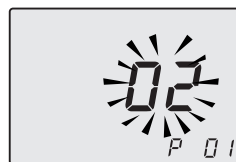

Figura 5.41
- Entre en la "modalidad de programación" pulsando simultáneamente durante 10 segundos los botones 15 - 18 - 19 (Figura 2.28) hasta que aparezcan en el display LCD las letras **P01** y el valor del parámetro, que indican que se ha entrado en el "parámetro 01" (Figura 5.41).